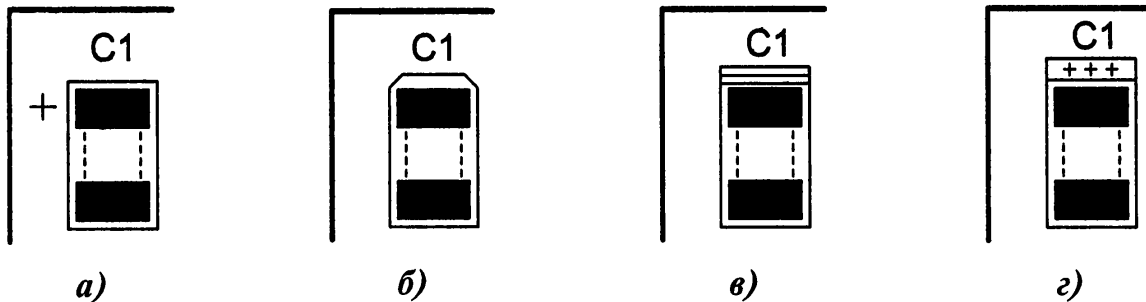

Рис. 13.20. Маркировка полярных танталовых SMD-конденсаторов:
Конденсатор, с точки зрения чистой теории, — это неполярный элемент. Именно так его рисуют в учебниках по физике. Но в любительской практике неполярные керамические SMD-конденсаторы применяются относительно малой ёмкости, не превышающей 10...22 мкФ. Конденсаторы большой ёмкости (сотни микрофард) изготавливают из других материалов и по другой технологии. Как правило, имеются в виду танталовые SMD-конденсаторы (Рис. 13.20, а...г).
- б) аналогично Рис. 13.20, а, но «плюс» маркируется двумя скосами вверх;
- в) аналогично Рис. 13.20, а, но «плюс» маркируется дополнительными линиями вверх;
- г) аналогично Рис. 13.20, а, но с маркировкой тройным «плюсом» вверх